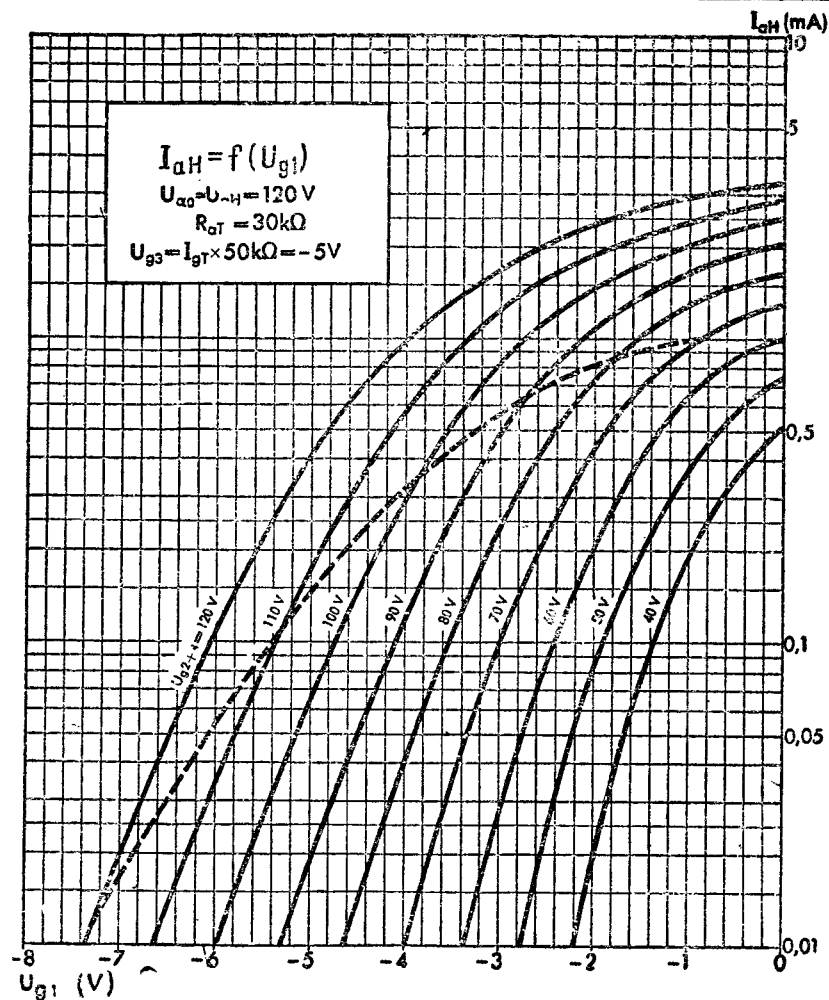

Рис. 7
3. Характеристикам DCH11 (рис. 7—12) лампы DCH25 и DCH41W.